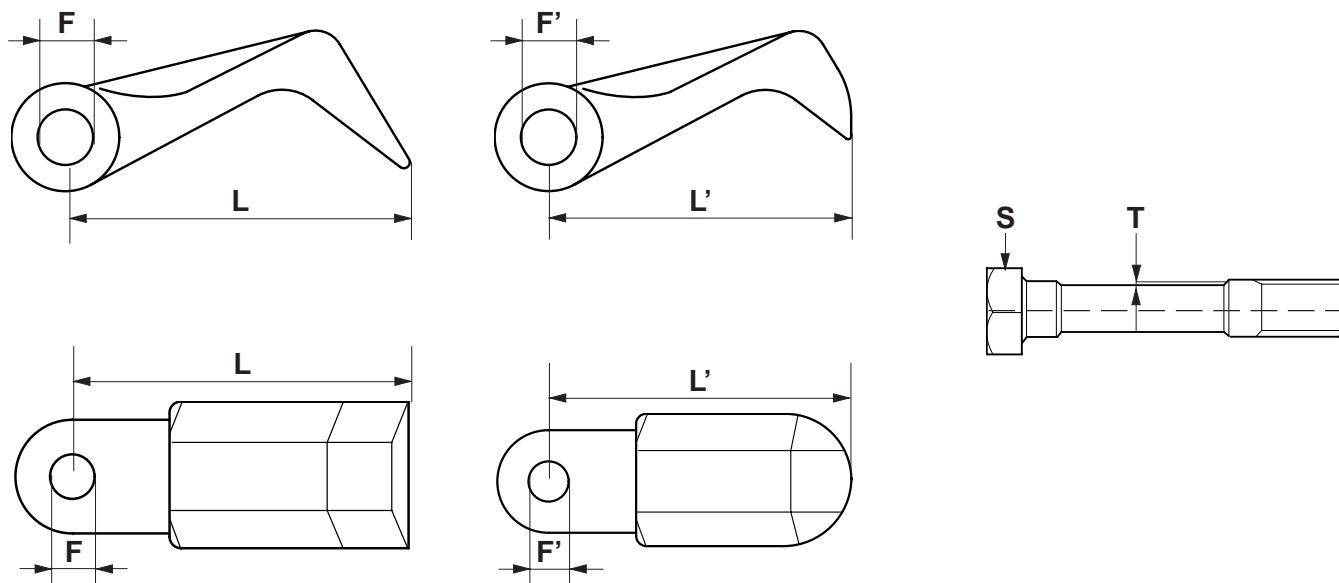

Fig. 19
- Il diametro del foro di fissaggio «F» non deve essere ovalizzato più 2 mm, rispetto al diametro originale (Fig. 19).
- The diameter of fixing hole «F» must not be ovalized more than 2 mm in relation to the original diameter (Fig. 19).
- La lunghezza «L» dei coltelli non può scendere oltre 15 mm. rispetto la lunghezza originale (Fig. 19).
- L'usura «T» del perno è superiore a 2 mm (Fig. 19)
- allowed to become more than 15 mm shorter than the original length (Fig. 19).*
- *Wear «T» on pin exceeds 2 mm (Fig. 19).*
- Die Länge «L» der Messer darf nicht weniger als 15 mm im Bezug zur Originallänge ausmachen (Abb. 19).
- der Verschleiß «T» des Bolzens mehr als 2 mm ausmacht (Abb. 19).
- La longitud «L» de las cuchillas no puede disminuir más de 15 mm. con respecto a la longitud original (Fig. 19).
- El desgaste «T» del perno es mayor de 2 mm (Fig. 19).